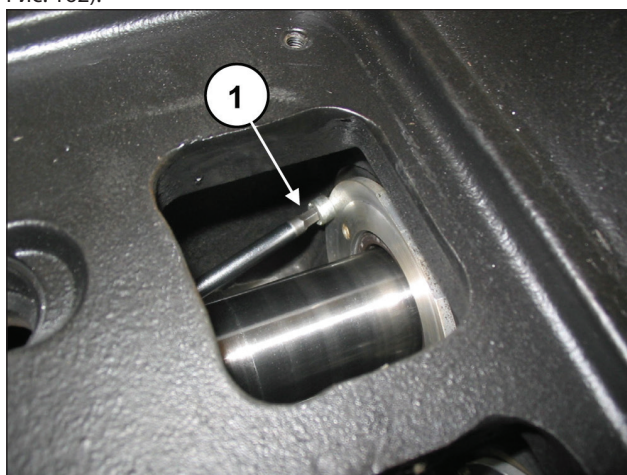

Рис. 162
Открутите два крепежных винта крышки сальника (поз. ①, Рис. 162).